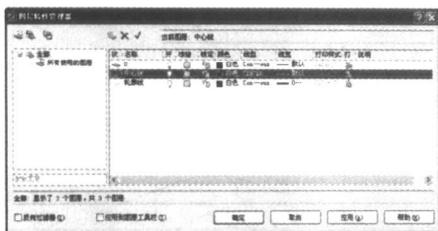

图 2-8 设置图层
(7) 用相同的方法再建立另一个新层，命名为“轮廓线”。“轮廓线”层的颜色设置为黑色，线型为 Continuous(实线)，线宽为 0.30 毫米。并且让两个图层均处于打开、解冻和解锁状态，各项设置如图 2-8 所示。
(8) 选中“中心线”层，单击【当前】按钮，将其设置为当前层，然后按下【确定】按钮关闭“图层特性管理器”对话框。